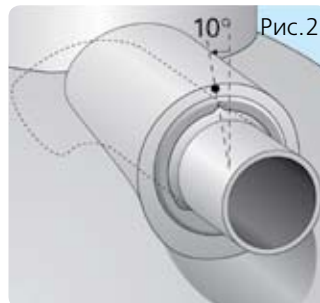

Рис. 2
**2.** Совместите отметку на патрубке входного соединения с отметкой на отстойнике. Рис. 2. Это обеспечит правильное направление потока внутри отстойника.